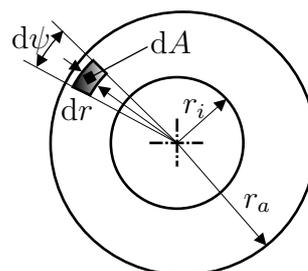

Abbildung 4: Reibscheibe.
- e) Berechnen Sie das Reibmoment  $\tau_r$ . Gehen Sie dazu von einem differentiellen Reibmoment  $d\tau_r = r^2 \mu \frac{f_a}{A} dr d\psi$  aus, vgl. Abbildung 4. Dabei bezeichnen  $\mu$  den Reibungskoeffizienten,  $r$  den Radius und  $A$  die Fläche der Reibscheibe. 2 P. |